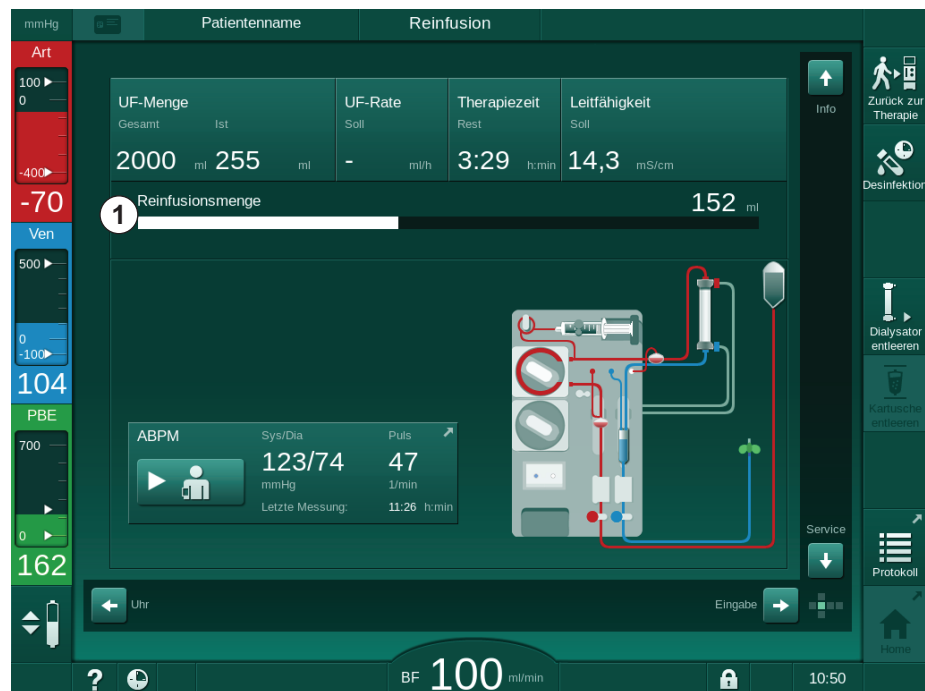

Abb. 6-20 Reinfusion im Gange
☞ Das reinfundierte Blutvolumen wird auf dem Bildschirm angezeigt (Abb. 6-20, ①).